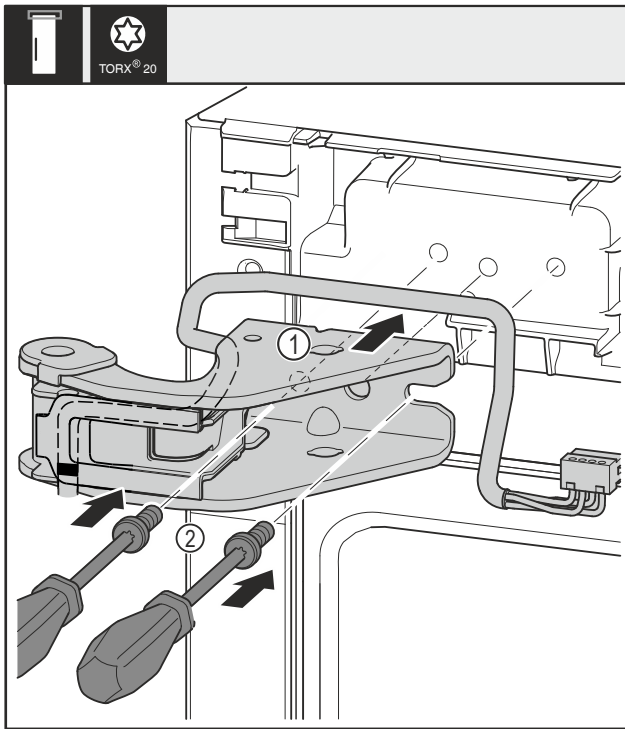

Fig. 31
- ▶ Påsæt det øverste hængsel Fig. 31 (1).
- ▶ Indsæt skruerne Fig. 31 (2) med en skruetrækker, og skru dem fast.